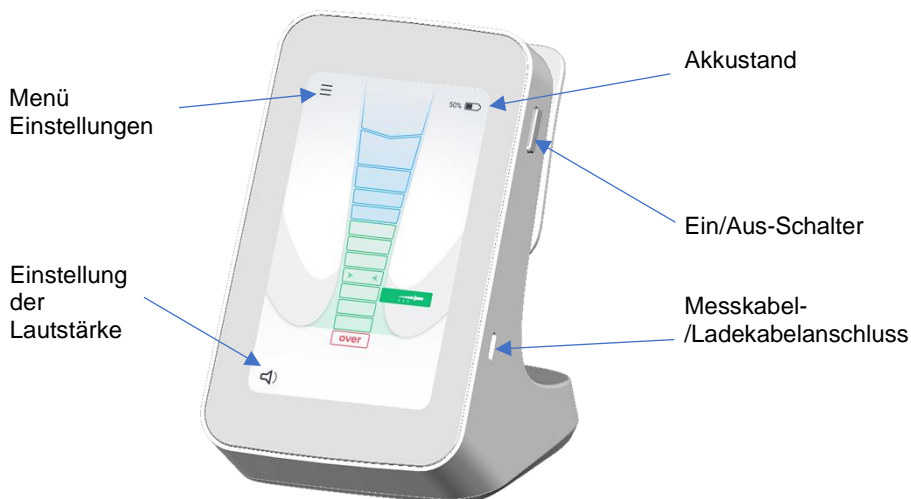

Abbildung 1 Vorderansicht
3. Schließen Sie das Ladekabel an den USB-Anschluss des **X-Smart® Apex Locator** auf der rechten Seite des Geräts an. Siehe Abbildung 1